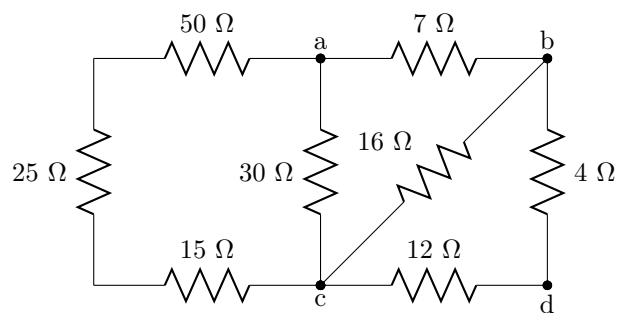

Figura 2.22: Circuito del problema 22.
22. En el circuito de la figura 2.22 calcula las siguientes resistencias equivalentes: a)  $R_{ac}$ ; b)  $R_{ab}$ ; c)  $R_{cd}$ ; d)  $R_{ca}$ ; e)  $R_{bb}$ .